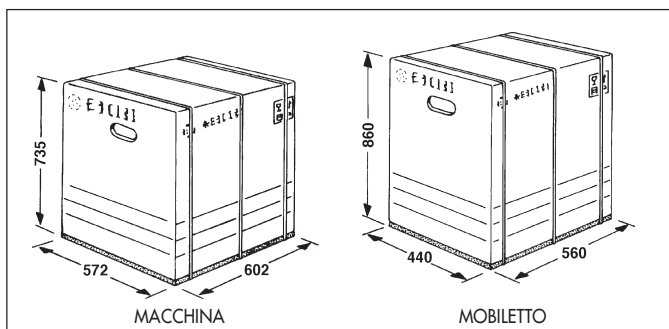

Fig. 4
- La macchina è contenuta in imballi di cartone con pianale rinforzato come rappresentato in Fig. 4. La macchina può essere stoccata nel suo imballo originale in ambienti non umidi o polverosi.